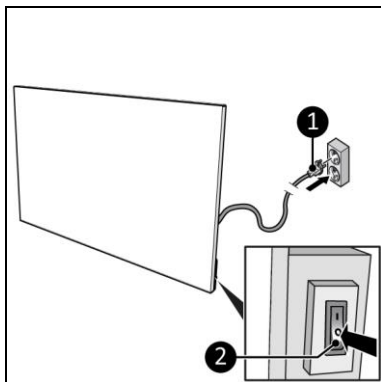

Figura 10
2. Asigurați-vă că întrerupătorul ON/OFF (PORNIT/OPRIT) se află în poziția OFF (OPRIT) (Figura 10, poz. 2).
3. Introduceți ștecărul (Figura 10, poz. 1) într-o priză cu împământare ușor accesibilă. Utilizați o priză cu împământare cu o putere minimă de 800 Watt.
1. Asigurați-vă că întrerupătorul ON/OFF (PORNIT/OPRIT) se află în poziția OFF (OPRIT) (Figura 10, poz. 2).
2. Scoateți ștecărul din priză (Figura 10).